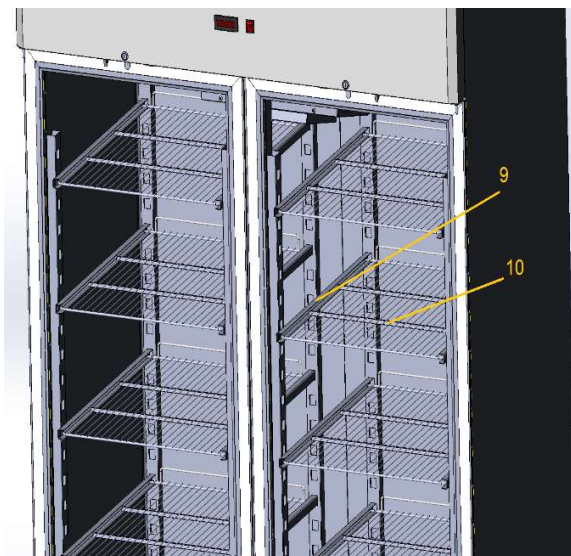

Рис. 17
15. Расставить направляющие полок (9) и полки (10) на нужной высоте - рис.17.